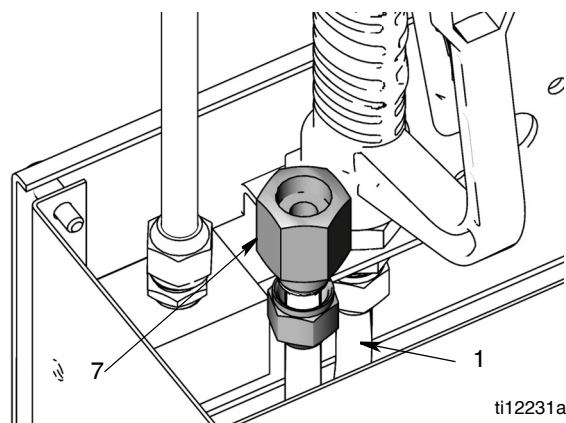

Рис. 24
3. Отсоедините входной жидкостной патрубком (1) от входного жидкостного фитинга (7) (Рис. 24).